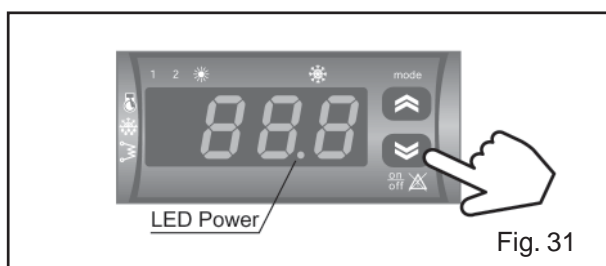

Fig. 32
- per attivare il funzionamento in raffreddamento, premere una volta il tasto MODE (fig. 32), con conseguente accensione del relativo led "raffreddamento";
- per attivare invece il funzionamento in riscaldamento, premere due volte il tasto MODE (fig. 32), con conseguente accensione del relativo led "riscaldamento";